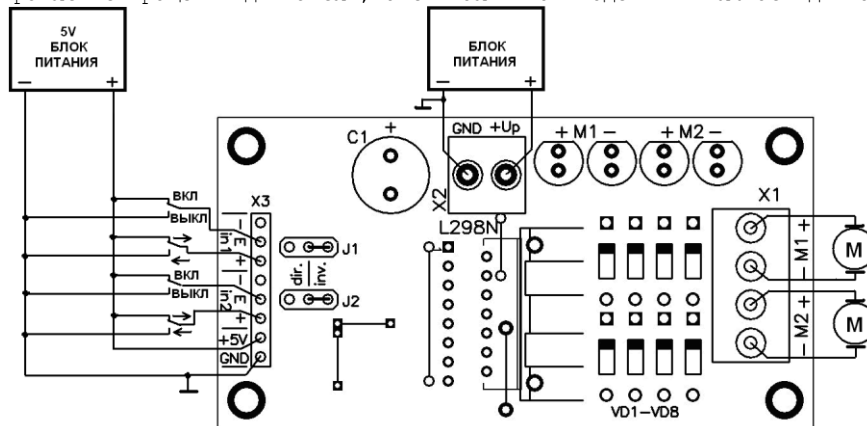

Рис. 7 Входы «in1» управляют двигателем M1 Входы «in2» управляют двигателем M2
3. Управление двигателями постоянного тока Рис.7 (переключки в положении inv.).